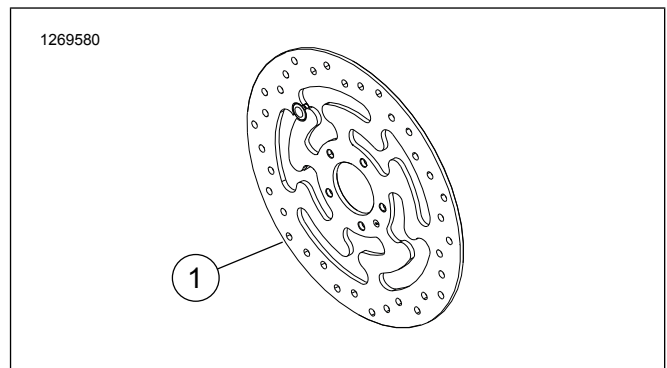

図1。フロントブレーキディスク
- ・ ブレーキディスクスクリュー。「図1」および「表1」を参照してください。